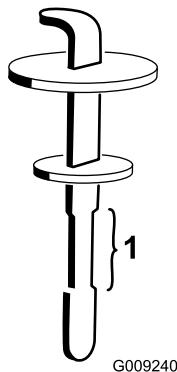

**Figura 130**
- En el lado derecho de la máquina, levante la tapa para tener acceso al tapón del depósito hidráulico (Figura 130).
- Limpie la zona alrededor del cuello de llenado y el tapón del depósito hidráulico (Figura 130).